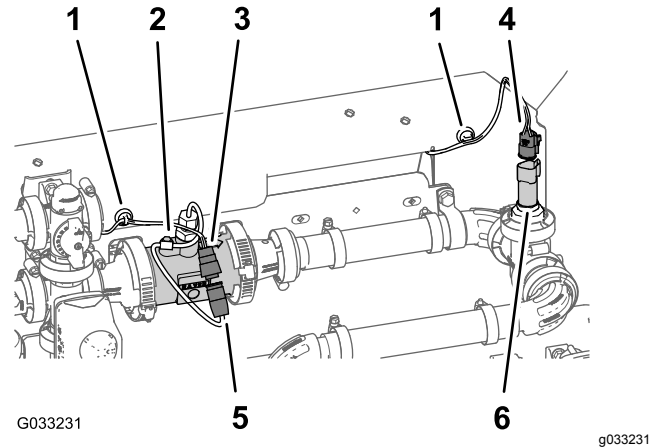

図 128
1. 203cm の枝線の、**Flow Meter** というラベルと **Pressure Transducer** というラベルの付いたコネクタを、マニホールドマウントの後方へ導く 図 128。
2. 203cm の枝線のフローメータ用の3ソケットコネクタラベルなしを、フローメータ用ハーネスの3ピンコネクタに接続する 図 128。
3. 203cm の枝線のフローメータ用の **Pressure Transducer** ラベル付きの3ソケットコネクタを、水圧トランスデューサテライトの3ピンコネクタに接続する 図 128。
4. フローメータと水圧トランスデューサ用のワイヤハーネスの磁石式アンカーを、マニホールドマウントの表面に取り付ける 図 128。